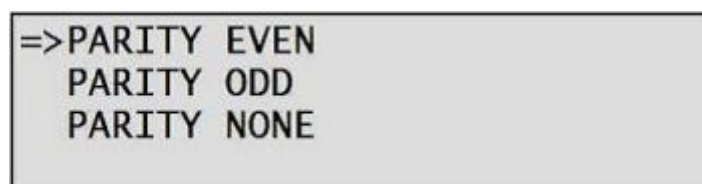

Рисунок 6.5 – Установка контроля четности в приборе (EVEN – четный, ODD – нечетный)
5. **Контроль четности** следует установить в соответствии с установленным контролем четности в приборе (рисунок 6.5).